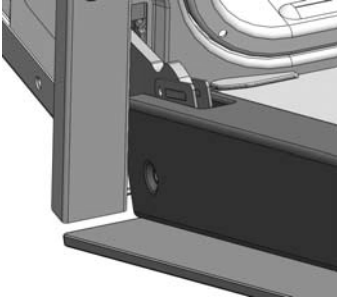

Fig 3.
- Tenez la porte comme indiqué (Figure 3) ;